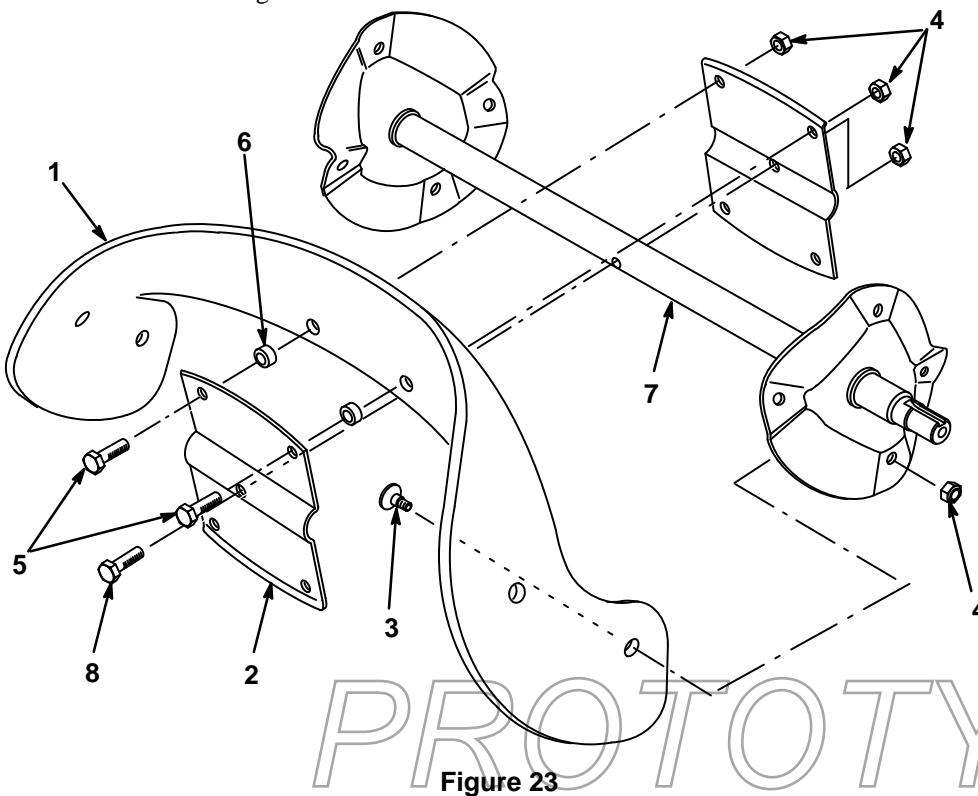

Figure 23
1. Retirer les 4 vis torx et les 4 écrous qui fixent les extrémités de la lame de rotor à l'ensemble d'arbre de rotor (Fig. 23).
2. Retirer les 2 boulons six pans, entretoises et écrous qui fixent la partie centrale de la lame aux plaques d'acier (Fig. 23).
3. Desserrer le boulon six pans qui fixe les plaques d'acier à l'arbre du rotor (Fig. 23).
4. Glisser la lame hors des plaques d'acier (Fig. 23).
3. Fixer la lame de rotor aux plaques d'acier à l'aide de 2 boulons six pans, 2 entretoises et 2 écrous, en plaçant la tête des boulons du côté épais de la lame (Fig. 23).
4. Incurver la lame et la fixer à l'aide des vis torx qui restent et de leurs écrous, en plaçant la tête des vis du côté épais de la lame (Fig. 23).